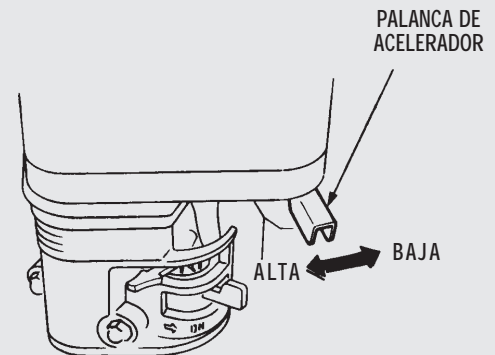

Figura 8. Palanca de acelerador
5. Posicione la palanca del acelerador (figura 8) a la mitad de la carrera entre alta (fast) y baja (slow) velocidad para arrancar el motor. Todos los cortes de concreto se hacen a velocidad alta, el gobernador esta calibrado para obtener la velocidad de corte ideal u óptima.